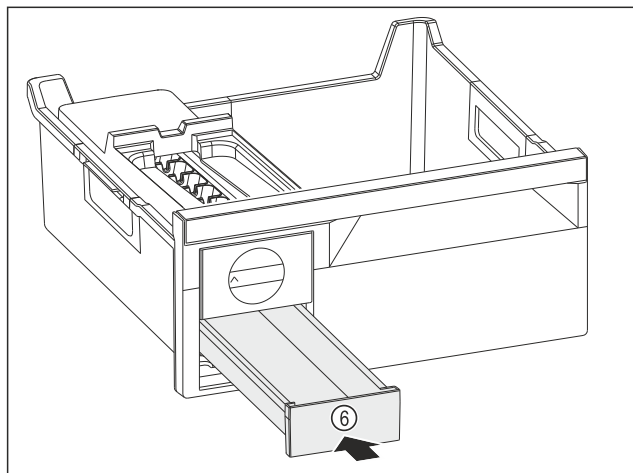

Fig. 83
- Introducir el cajón para cubitos de hielo Fig. 83 (6).